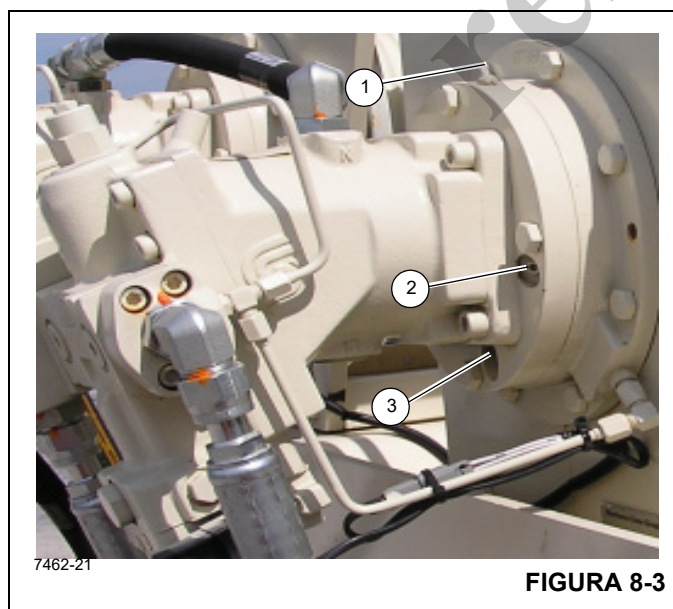

FIGURA 8-3
Para revisar el aceite de freno del malacate, saque el tapón de inspección (2, Figura 8-3) e inspeccione el nivel de aceite visualmente. El líquido deberá estar al nivel del fondo del agujero de inspección. Si se necesitan más fluidos, agregar a través del agujero del tapón de llenado y del ventilador del aceite de freno hasta que el aceite esté en el nivel inferior del agujero de inspección (1).
Para vaciar y añadir aceite nuevo, quite el tapón de vaciado (3, Figura 8-3), tapón de inspección (2) y tapón de ventilación (1), y vacíe el aceite hidráulico. Vuelva a instalar el tapón de vaciado (3) y añada fluido por el agujero de inspección (2), hasta el nivel inferior del agujero de inspección. Instale el tapón de inspección y el tapón de ventilación (1) e inspección de aceite (2). Consulte la "Lubricación" en la página 8-4. La capacidad de llenado del freno de malacate es 0.23 l (0.25 qt).